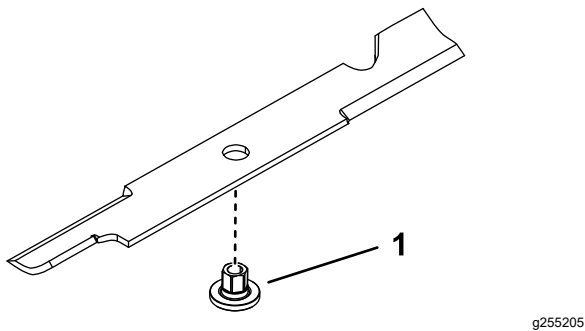

Figura 78
1. Instale el casquillo a través de la cuchilla con la brida del casquillo en el lado inferior (lado del césped) de la cuchilla (Figura 78).